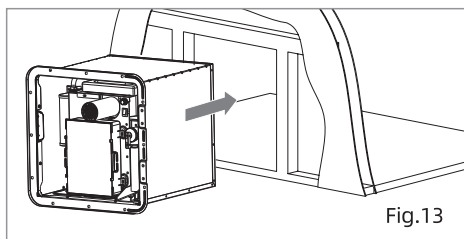

Fig.13
1. Positionnez le chauffe-eau avec précaution dans l'ouverture du cadre, en écartant uniformément la bride du mur extérieur du véhicule récréatif. (Fig.13)